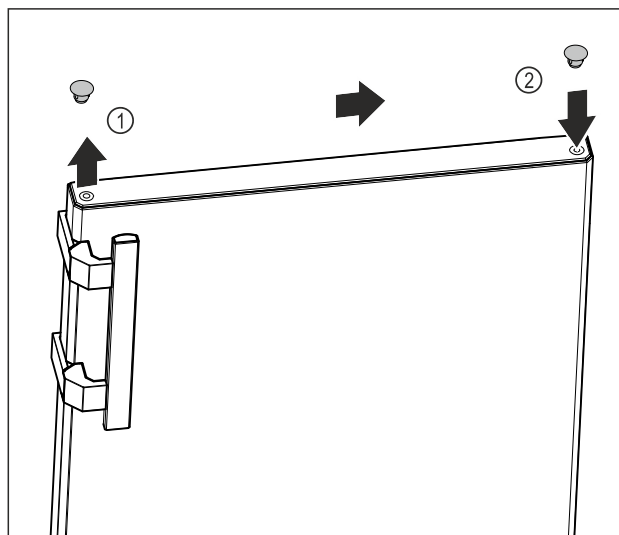

Fig. 13
- С плоска отвертка внимателно повдигнете покриващата тапа от горната страна на вратата Fig. 13 (1) и я извадете.
- Поставете покриващата тапа от другата страна. Fig. 13 (2)